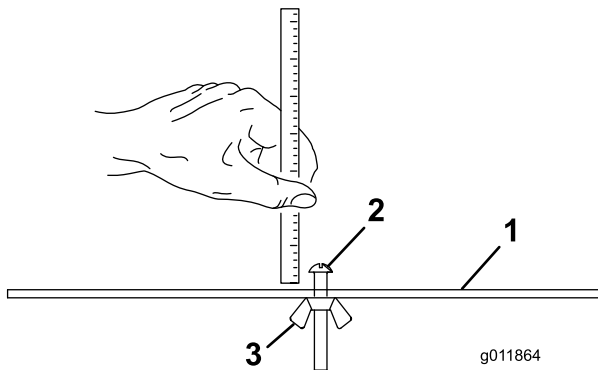

図 15
2. ゲージバー**図 15**のナットを緩め、調整ボルトで希望の刈高さに設定する。